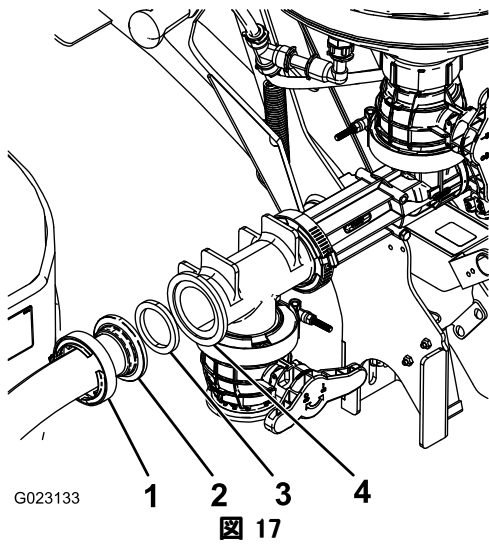

図 17
2. ホースのもう一方の端部を、エダクタの開口部 (前方を向いている開口部) に取り付ける; ガスケットとウォームねじクランプを使用する (図 17)。